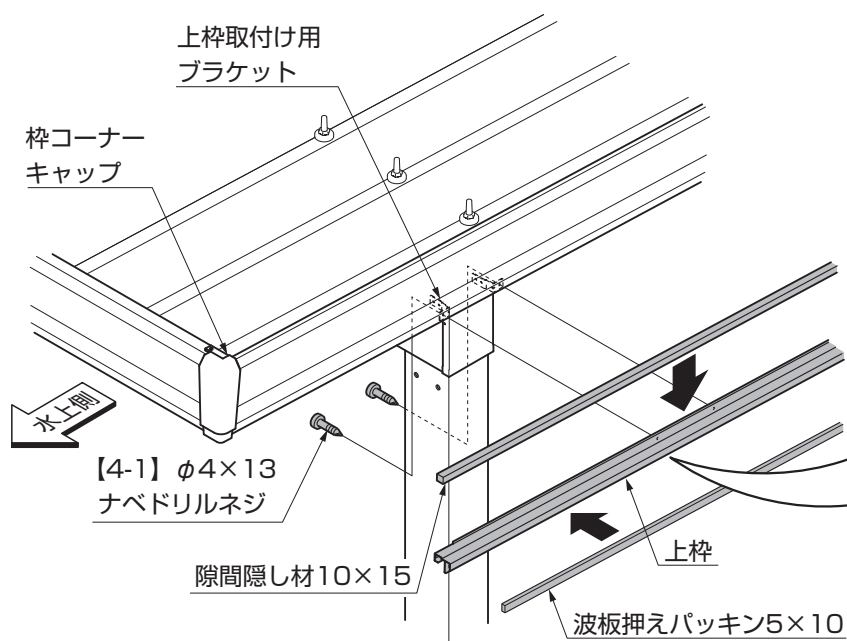

図5-1
- ①隙間隠し材10×15と波板押えパッキン5×10を上枠に取付けてください。（図5-1 参照）
- ②上枠をカーポート本体の枠コーナーキャップの下端に合わせて上枠取付け用ブラケットに【4-1】で取付けてください。（図5-1 参照）